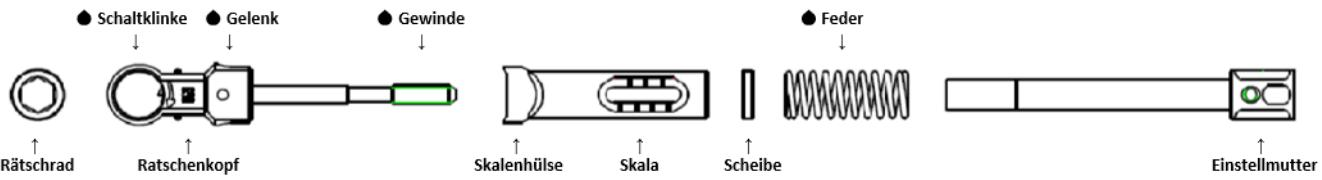

Abbildung 3
Direkt nach der Anwendung (innerhalb von maximal 2h) müssen grobe Verunreinigungen von den Instrumenten entfernt werden. Die Drehmomentratsche muss vor der Reinigung (unabhängig von der gewählten Reinigungsart) in ihre Einzelteile zerlegt werden. Das ist ohne Werkzeuge möglich. Dazu wird lediglich die Einstellmutter ganz herausgeschraubt. (siehe **Abbildung 3**)
- – Markierte Bereiche (siehe Abbildung 3) leicht mit Instrumenten-Pflegeöl schmieren.